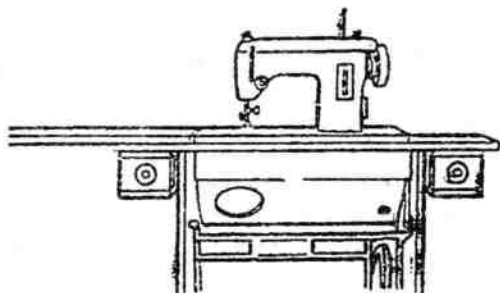

图 1-12 新式三斗藏缝纫机
4. 新式三斗藏式 这种缝纫机的台面比三斗藏式更大(图 1-12),机头放入方便,很受使用者欢迎。